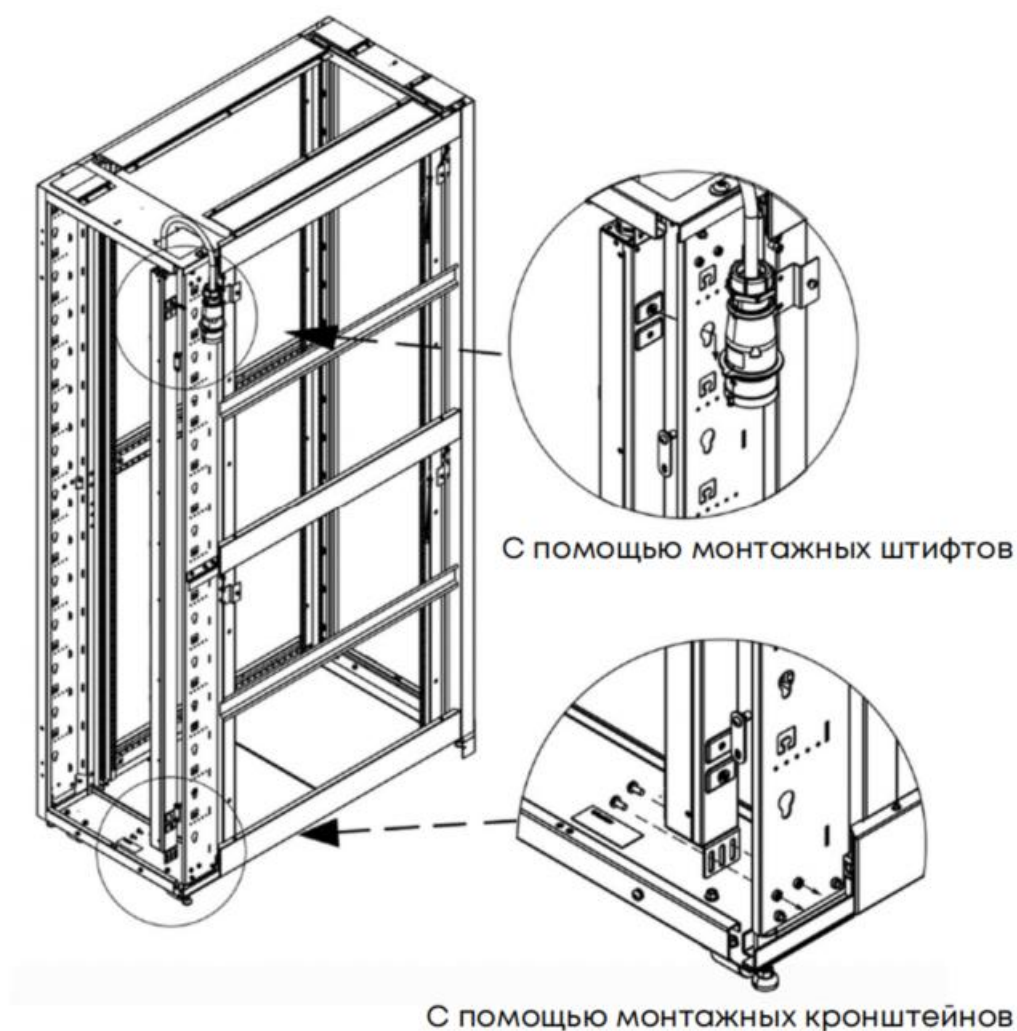

РИСУНОК 3 – ВАРИАНТЫ ВЕРТИКАЛЬНОЙ УСТАНОВКИ
- 3) Вставьте и закрутите винты с круглой головкой М6\*12 в отверстия монтажного кронштейна, чтобы надёжно закрепить PDU в нужном положении в телекоммуникационном шкафу (рис.3).
- 1) Вставьте оба монтажных штифта в пазы, расположенные на задней части стойки (рис.3).